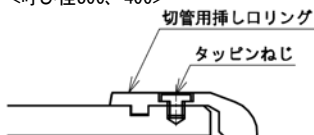

図75 タッピンねじの締め付け
- ⑤ プラスドライバを用いてタッピンねじを締め付けて切管用挿し口リングを固定する（切管用挿し口リングからねじの頭部が飛び出ない程度が目安 図75）。タッピンねじが所定の位置まで締め込められない場合は、⑨の手順に従い再加工を行う。